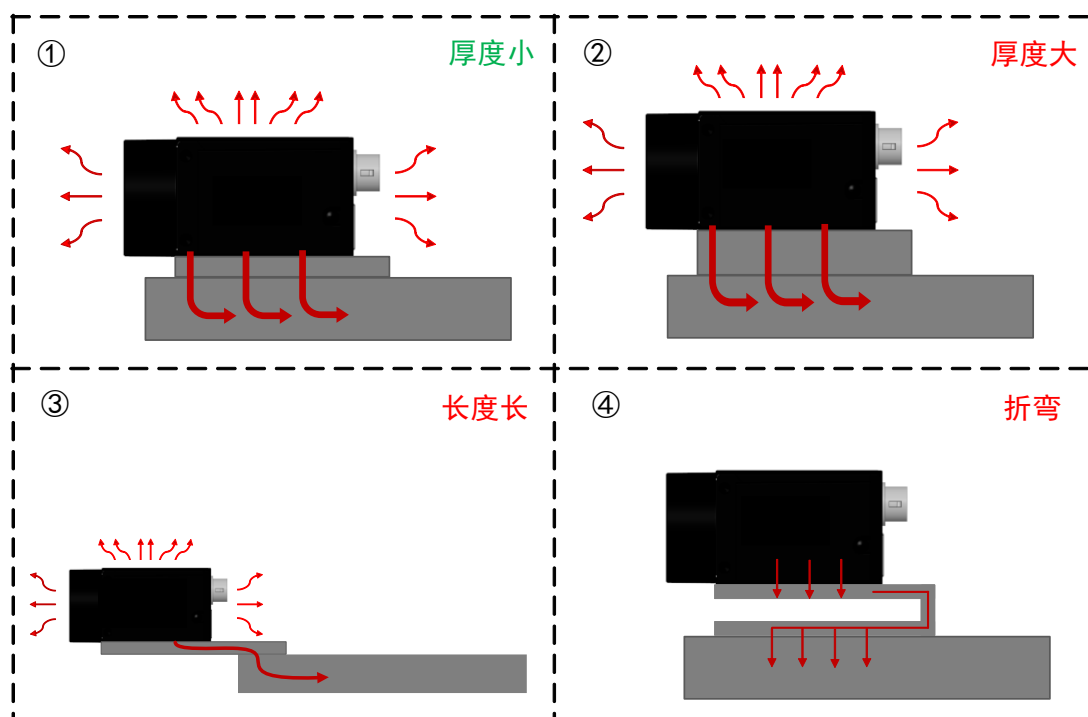

图4-9 不同安装方式的导热路径
如图 4-9 中安装方式①和②所示，安装件的厚度需尽量减薄，缩短相机通过安装件向金属固定平台的导热路径。
如图 4-9 中安装方式③和④所示，安装件长度延长和采用折弯的钣金等形式，都会导致相机的导热路径加长。
沿导热方向的截面面积尽可能大一些，这样能够减小其导热热阻。对于一些相机安装件不得不使用延长或者折弯的钣金时（如图 4-9 中安装方式③和④），钣金的厚度需要尽量加大，增大相机导热路径的横截面，加强导热性。